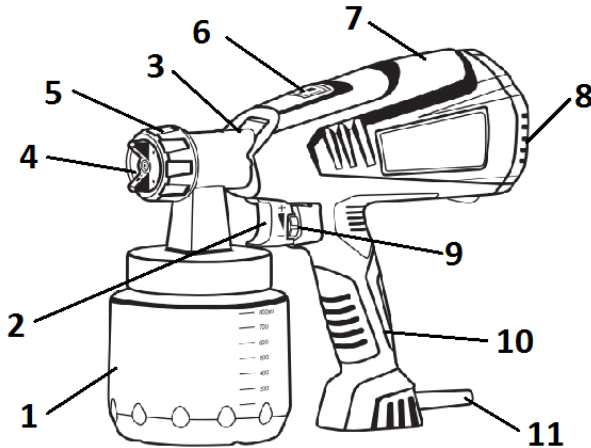

Рисунок 1
- перевірити стан повітряного фільтра під кришкою (8, рис.1) і за необхідності замінити, з'єднати усі частини виробу;
4.2 Виберіть необхідний режим роботи виробу за допомогою регулятора форми струменя (3) та регулятора обертів (9) (див. рисунок 1). Увімкнення виробу відбувається курковою клавішею вимикача, при натисканні якої включається двигун з крильчаткою та розпилює матеріал на поверхню.